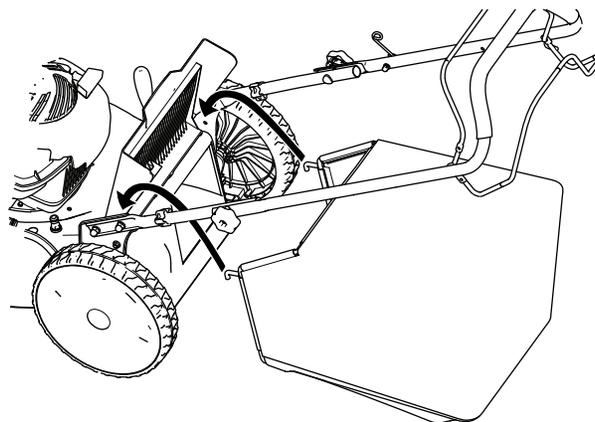

Figura 18
3. Montate il cesto di raccolta, accertandovi che i suoi perni siano inseriti nelle tacche presenti sulla stegola (Figura 18).
1. Sollevate il deflettore posteriore e tenetelo sollevato (Figura 18).